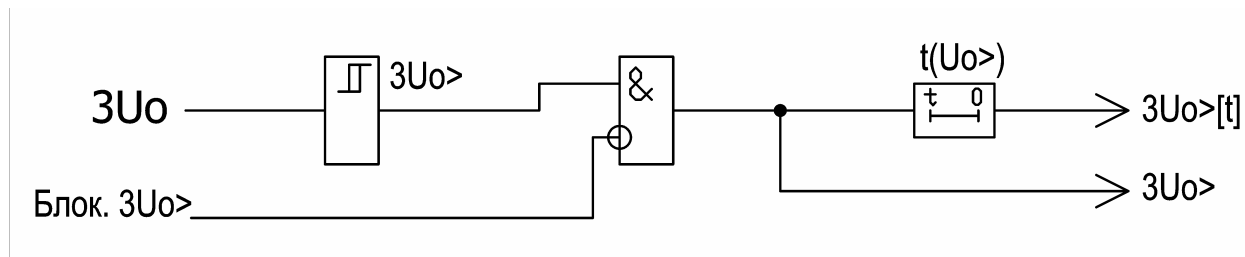

Рисунок 2 – Функциональная схема алгоритма сигнализации однофазных замыканий на землю.
2.3.3.1 Функция измеряет напряжение нулевой последовательности, поданное на соответствующий аналоговый вход блока. Пуск защиты происходит при превышении напряжением нулевой последовательности заданной уставки (рисунок 2).